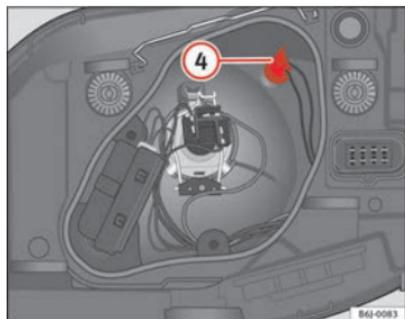

Fig. 141 Feu de croisement
- Retirez le porte-lampes ④ ⇒ fig. 141 vers l'extérieur.